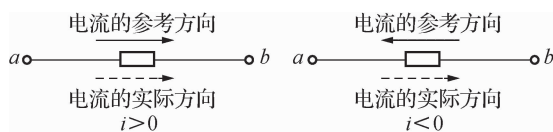

图 1-3 电流的参考方向与实际方向的关系
(2)按照选定的参考方向计算电流,若计算结果为正( $i > 0$ ),说明电流的参考方向与实际方向一致;若计算结果为负( $i < 0$ ),说明电流的参考方向与实际方向相反,如图 1-3 所示。